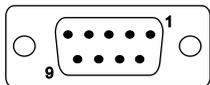

Fig. 14
- Belegen Sie die 9polige D-SUB Buchse gemäß **Fig. 14**.